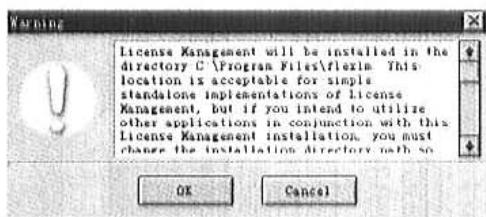
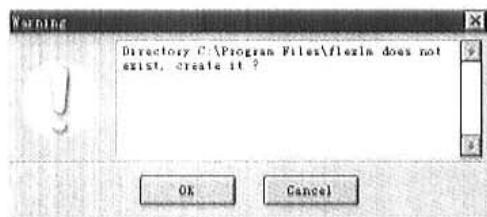

图 1-6 选择路径提示
图 1-7 建立目录提示
(4) 选择路径后，单击 Next 按钮，将显示如图 1-6 所示的提示框。单击 OK 按钮接受建议，将显示如图 1-7 所示的提示框，告诉用户路径尚未存在，是否建立。